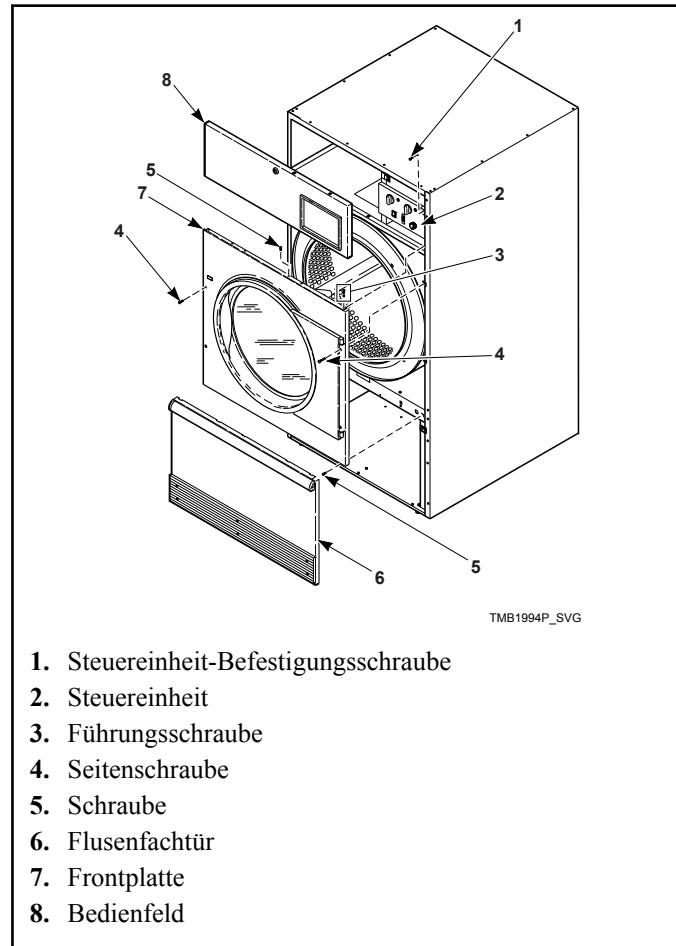
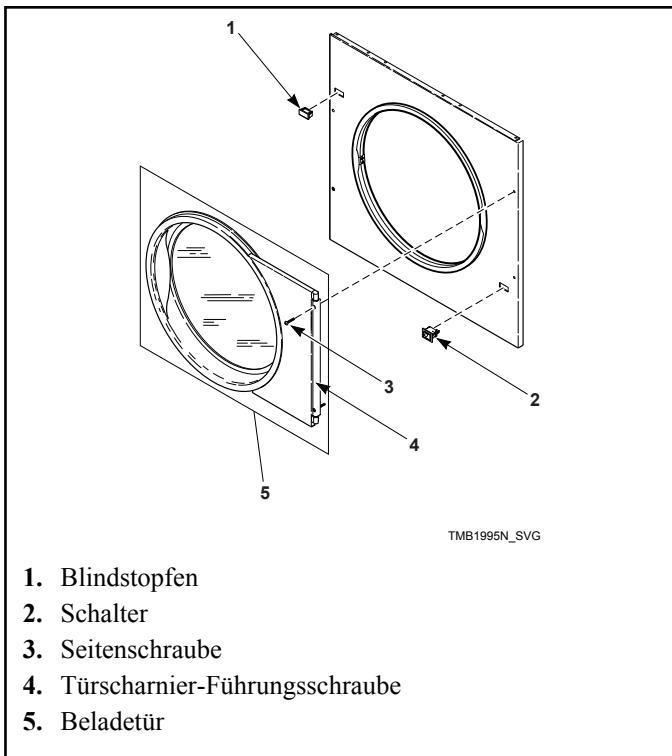

Abbildung 10
Abbildung 11
2. Das Bedienfeld entriegeln und abnehmen. Die beiden Steuereinheit-Befestigungsschrauben auf der rechten Seite entfernen. Die Steuereinheit herausschwenken, um Zugang zur rechten Führungsschraube des oberen Flansches zu erhalten. Siehe *Abbildung 10*.
4. Die vier Bedienfeldschrauben entfernen. Siehe *Abbildung 10*. Die Türscharnierzylinder auf der Führungsschraube angebracht lassen. Die Führungsschraube und Tür als eine Einheit abnehmen. Siehe *Abbildung 11*.
5. Die restlichen Bedienfeldschrauben entfernen. Siehe Abbildung 10 . Den Türschalter-Kabelbaum vom Schalter abklemmen. Das Bedienfeld abnehmen. Siehe Abbildung 11 .
6. Die Position von Schalter und Blindstopfen tauschen. Die Zungen mit einer einstellbaren Zange eindrücken und den Blindstopfen und Schalter vom Bedienfeld entfernen. Den Schalter wieder einbauen und den Knopf so ausrichten, dass er zur Mitte der Maschine zeigt. Den Blindstopfen an der vorherigen Position des Schalters anbringen. Siehe Abbildung 11 .